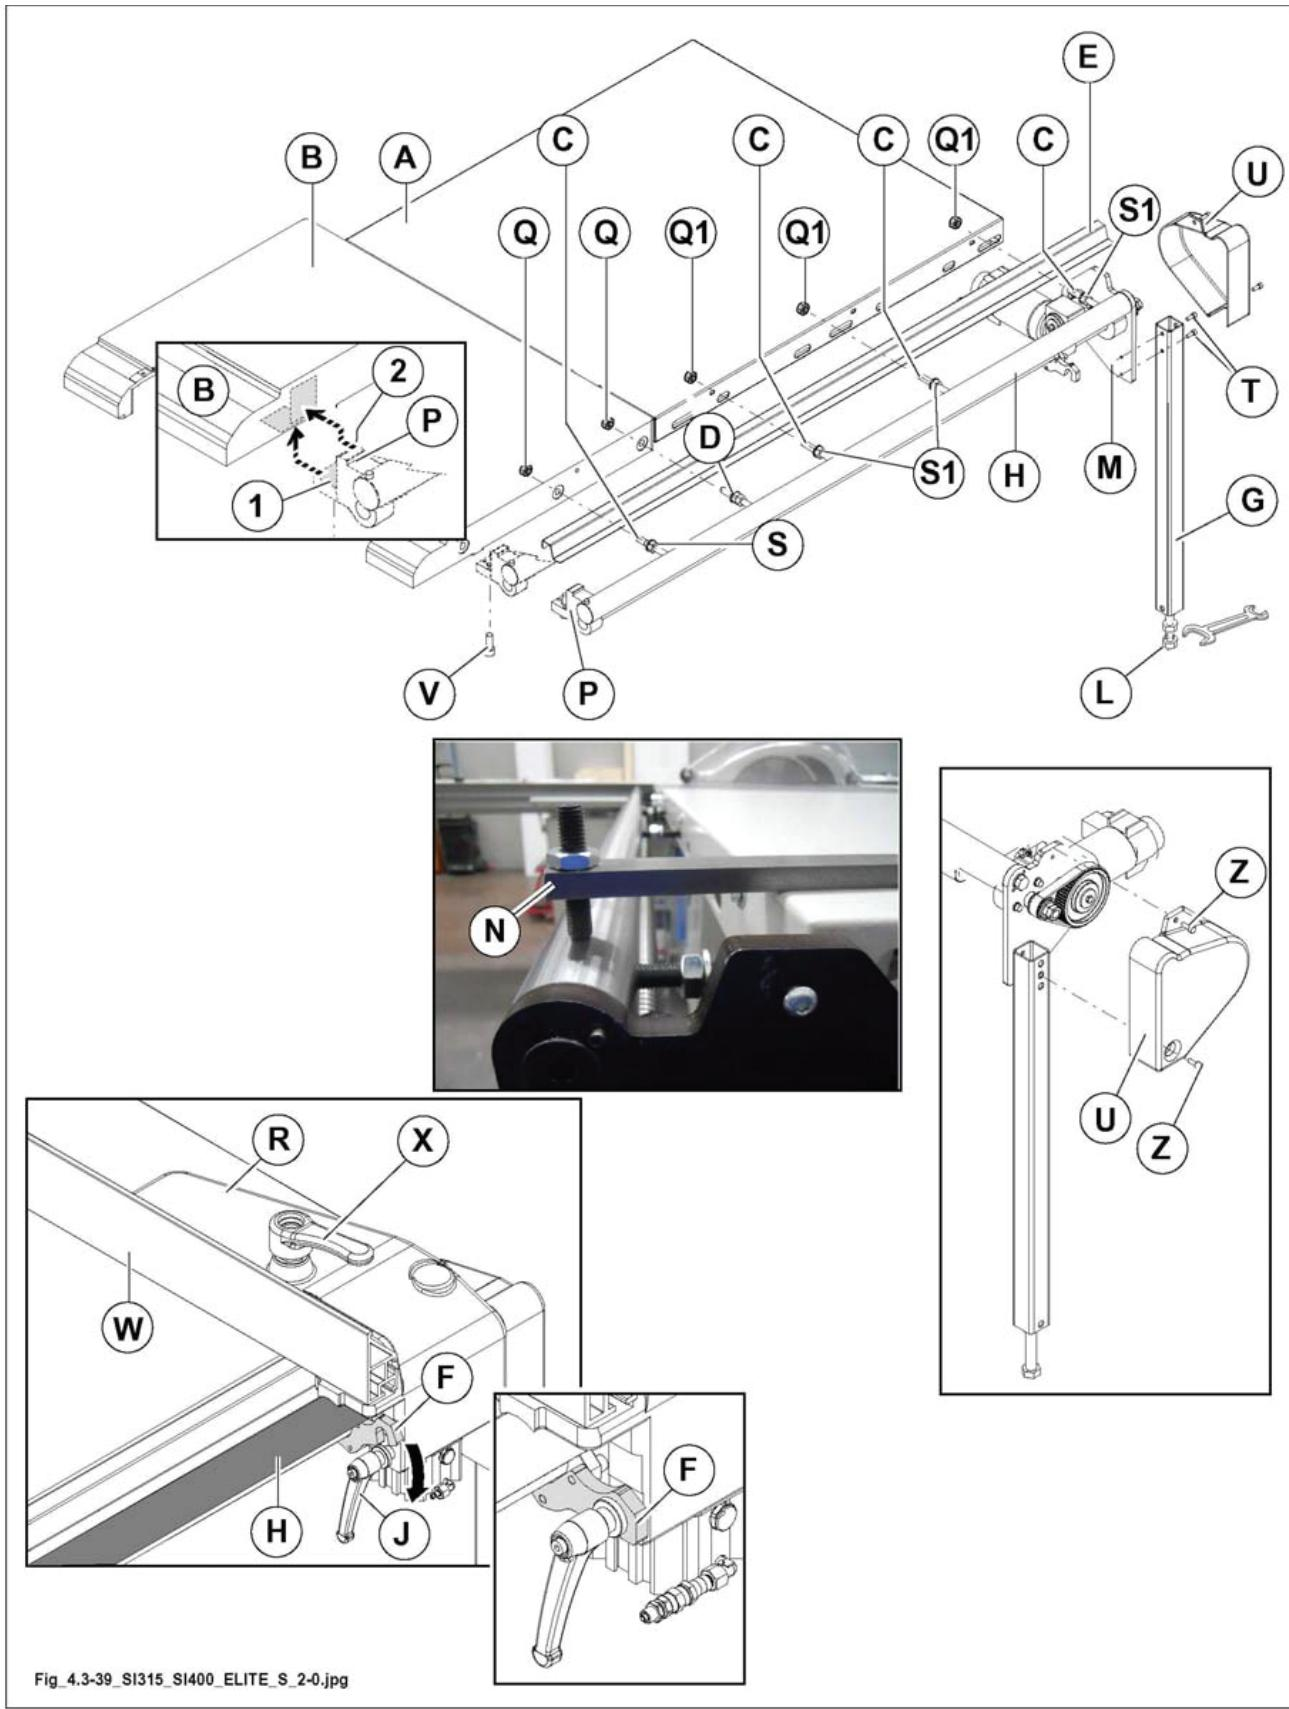

Рис. 4.3-39
Вручную закрутить гайки (S1 рис.4.3-39) до касания стола (А рис.4.3-39) так, чтобы не деформировать направляющую (Н рис.4.3-39), затем затянуть гайки (Q1 рис.4.3-39).
- 5) Установить картер (Е рис. 4.3-39) и закрепить его с помощью винтов.
Установить картер (U рис. 4.3-39) и закрепить его с помощью винтов (Z Рис. 4.3-39).
- 6) Вставить опору (R рис. 4.3.39) на перекладине (Н рис. 4.3.39).
Подцепить опору (R рис. 4.3-39) к устройству обработки, путем опускания рычага (F рис. 4.3-39) на хвостовике ручки (J рис. 4.3-39).
Затянуть ручки (J Рис. 4.3-39).
Установить алюминиевую линию (W рис. 4.3-39), блокируемую с помощью рычага (Х рис. 4.3-39).